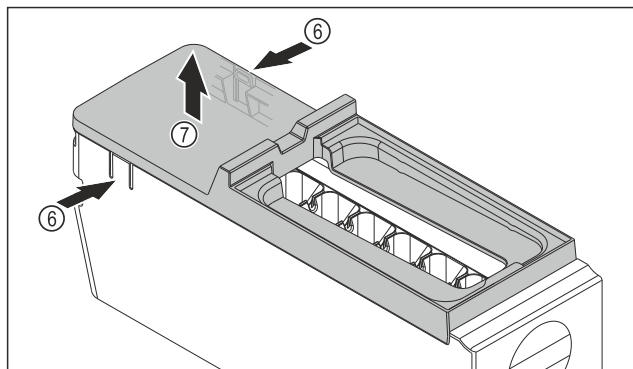

Fig. 189
- Снимите крышку корпуса EasyTwist-Ice: Надавите рукой на накладки Fig. 189 (6) с обеих сторон корпуса EasyTwist-Ice.
- Другой рукой снимите крышку Fig. 189 (7) по направлению вверх.